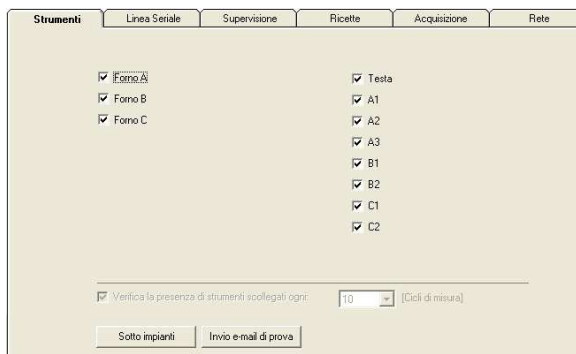

Figura 3.54: Visualizzazione dei dati relativi agli strumenti presenti ed allo stato di connessione
- Selezionare solamente gli strumenti da inserire nel sotto-impianto (figura 3.54).
Prima di procedere all'avvio della supervisione, se necessario, occorre selezionare il sotto-impianto da cui acquisire i dati. Per accedere all'elenco dei sotto impianti esistenti selezionare la freccia posta a destra del tasto "Start" (figura 3.62). Selezionando il sotto-impianto desiderato si attiverà automaticamente la funzione "Comms" (cfr. paragrafo 3.10 ed in particolare la figura 3.54) per permettere la verifica degli strumenti dai quali verranno acquisiti i dati. Selezionando la voce "Tutti gli strumenti", i dati verranno acquisiti da tutti gli strumenti presenti. Questa voce non è modificabile in alcun modo dall'utente.